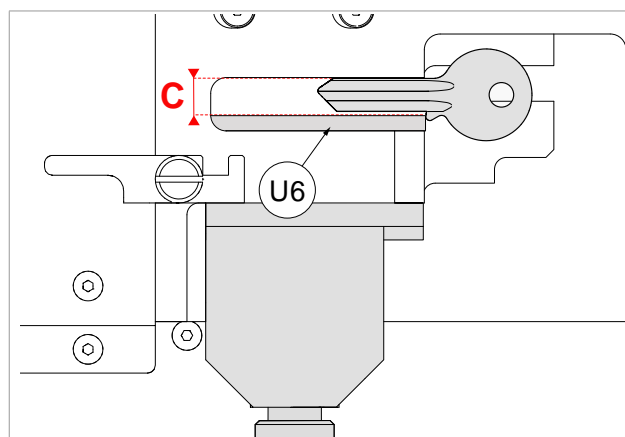

Fig. 108
- 3) De optimale breedte moet ietsje breder zijn dan de breedte van het sleutelblad zelf. **OPGELET:** de hoogte van de sleutelaanslag mag niet worden bijgerekend (Fig. 108).